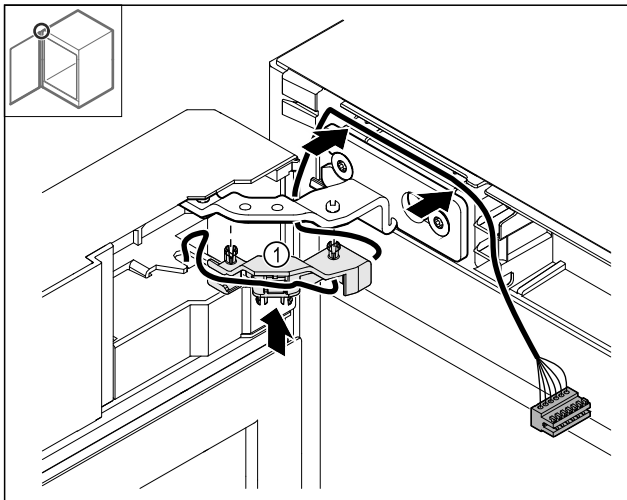

Fig. 41
- ▶ Kabelhalterung Fig. 41 (1) ins Scharnier drücken.